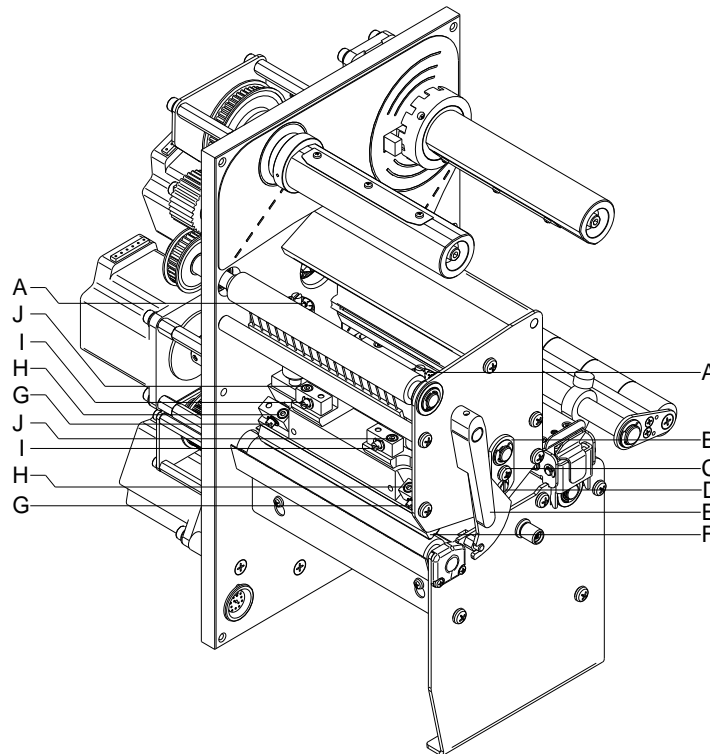

Figure 19
1. Desserrer la vis (H ou J, Figure 19) avec un tournevis environ $\frac{1}{4}$ tours.
2. Régler le parallélisme avec les vis (G ou I, Figure 19).
4. Serrer encore les vis (H ou J, Figure 19).
Après avoir régler le parallélisme s'il n'y a pas de pression régulière sur la largeur d'impression complète on peut cela régler à l'aide d'une plaque réglage (B, Figure 19) comme suivant:
1. Desserrer la vis (C, Figure 19) avec un tournevis environ $\frac{1}{4}$ tours.
2. Tourner l'axe excentrique (D, Figure 19) pour régler la pression et ajuster la tête d'impression jusqu'à l'impression test est correcte et a une bonne qualité.
3. Serrer encore la vis (C, Figure 19).